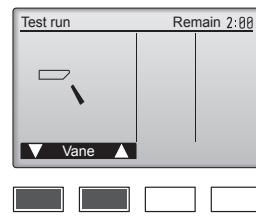

Fig. 7-6
- ① Vérifiez le volet automatique à l'aide des boutons **F1** **F2**. (Fig. 7-6)
- ② Appuyez sur le bouton [RETURN] pour revenir à l'écran "Test run" (Test fonctions).
- ③ Appuyez sur le bouton [ON/OFF].